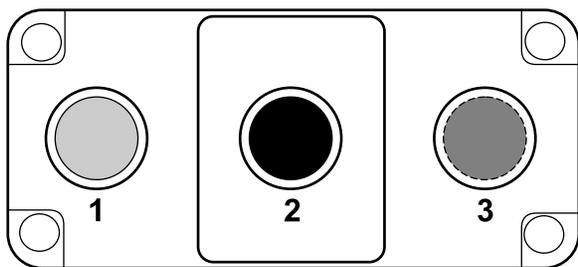
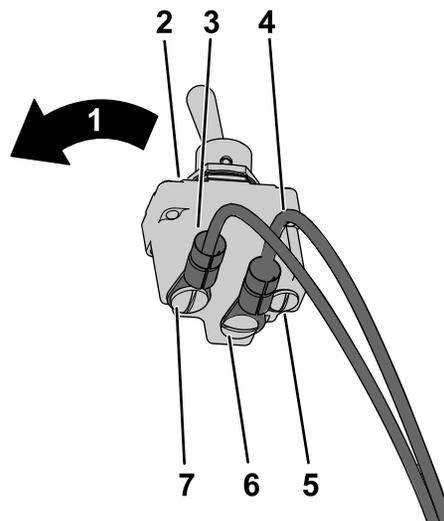

Figura 18
Figura 19
- Identifique las ubicaciones de los terminales del interruptor, las etiquetas del arnés de cables y los colores del arnés de cables (Figura 18).
Nota: El interruptor está tensado con resorte en la parte trasera del interruptor (Figura 19). El interruptor está abierto normalmente entre los terminales 1 y 2 (Figura 18).
- Conecte el cable rojo marcado **BYPASS ENGAGE SWITCH 2** en el arnés de cables del interruptor al terminal central n.º 2 del interruptor de desactivación (Figura 18 y Figura 19).
- Conecte el cable gris marcado **BYPASS ENGAGE SWITCH 1** en el arnés de cables del interruptor al terminal trasero n.º 1 del interruptor de desactivación (Figura 18 y Figura 19).